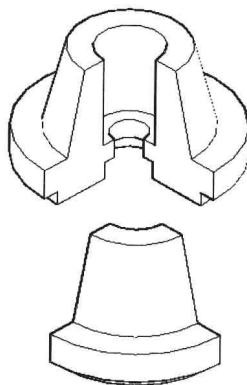

图 9-1-16
(6) 在“修改”面板中单击“移动”按钮，移动干涉实体，如图 9-1-16 所示。